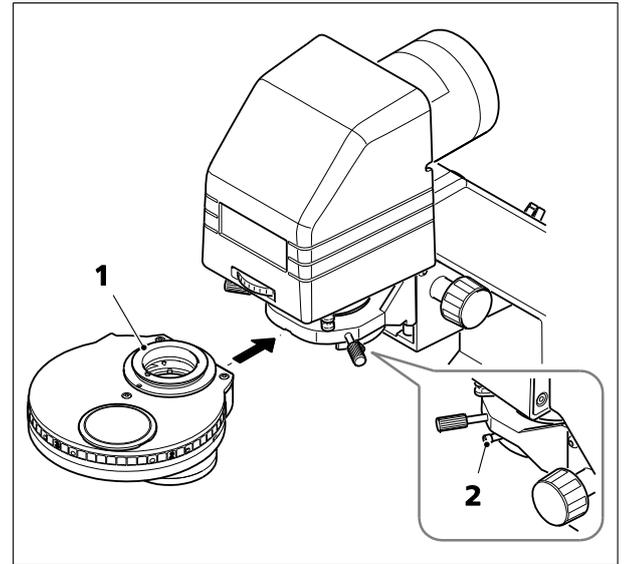

Fig. 31 Fixation des condenseurs
- Insérer le condenseur (Fig. 31/1) dans le support de condenseur sur le support d'éclairage en lumière transmise, la bague à queue d'aronde orientée vers le haut. S'assurer que le goujon d'assemblage du condenseur est à l'avant et s'engage précisément dans la rainure de guidage de la douille du condenseur.
- Fixer le condenseur à l'aide de la vis de serrage (Fig. 31/2).